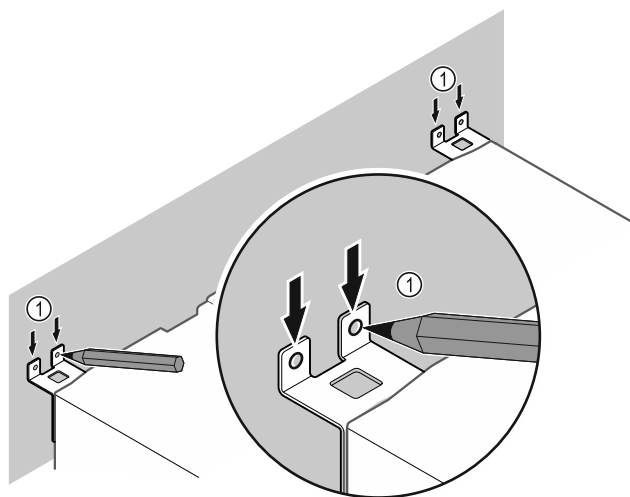

Fig. 10
- Apporre i contrassegni alla parete Fig. 10 (1).